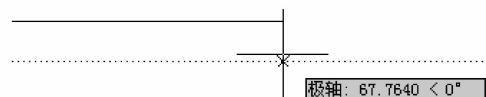

图 4-6 无对正
②无(Z)：将光标位置作为原点绘制多线，如图 4-6 所示。